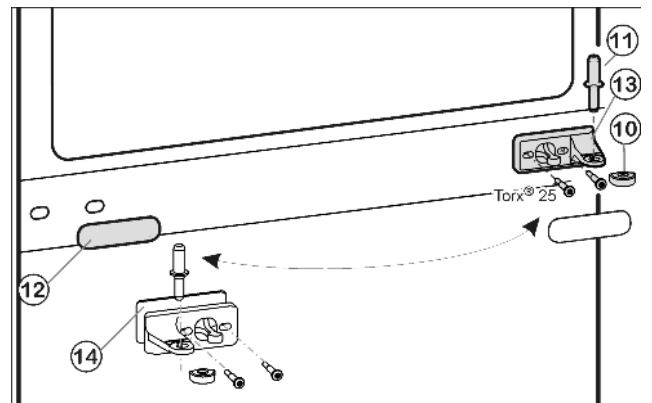
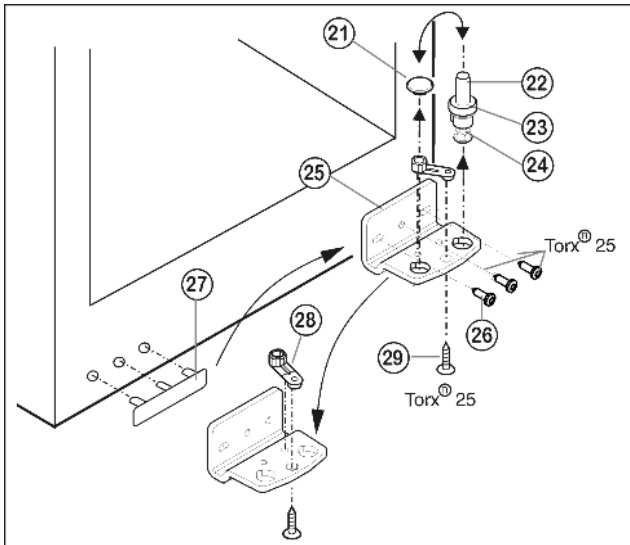

Fig. 6
Fig. 7
- ▶ Húzza ki a középső csapszeget Fig. 6 (11) a csapágybakból és az alsó ajtóból.
- ▶ Húzza le a műanyag sapkát Fig. 6 (10).
- ▶ Csavarozza le a a Fig. 6 (13) középső csapágybakját (2 x Torx® 25).
- ▶ Óvatosan húzza le a takaróelemet Fig. 6 (12).
- ▶ A Fig. 6 (13) középső csapágybakját a Fig. 6 (14) alátétével 180°-kal elfordítva **erősen (4 Nm-es nyomatékkal)** csavarozza fel az új csuklópánt oldalára.
- ▶ A takarólemezt Fig. 6 (12) 180°-kal elfordítva pattintsa vissza a fogantyú új oldalára.
- ▶ A teljes csapszeget Fig. 7 (22), a alátéttel Fig. 7 (23) és a állítható lábbal Fig. 7 (24) együtt felfele húzza ki.
- ▶ Emelje le a dugót Fig. 7 (21).
- ▶ Csavarozza le Fig. 7 (26) a csapágybakot Fig. 7 (25).
- ▶ Csavarozza le Fig. 7 (29) a csapágyrészt Fig. 7 (28), helyezze át a csapágybak túlloldali felvevő furatába és csavarozza vissza.
- ▶ Óvatosan emelje le a fogantyú oldalán lévő fedelet Fig. 7 (27), és helyezze át az ellenkező oldalra.
- ▶ Csavarozza vissza a csapágybakot Fig. 7 (25) a csuklópánt új oldalán **4 Nm-es nyomatékkal**, szükség esetén egy akkus csavarhúzóval.
- ▶ A dugót Fig. 7 (21) helyezze be a másik lyukba.
- ▶ Helyezze be a teljes csapszeget Fig. 7 (22) az alátéttel és az állítható lábban együtt. Ügyeljen közben arra, hogy a bekatantató bütők hátrafele legyen.
- ▶ Az alsó ajtót felülről helyezze az alsó csapszegre Fig. 7 (22).
- ▶ Helyezze vissza a műanyag sapkát Fig. 6 (10) a középső csapágybakra Fig. 6 (13).
- ▶ Helyezze be az alsó ajtóba a középső csapszeget Fig. 6 (11) a csuklópánt új oldalán, a középső csapágybakon Fig. 6 (13) keresztül.
- ▶ A felső ajtót helyezze a középső csapszegre Fig. 6 (11).
- ▶ Az ajtókat az alsó Fig. 7 (25) és a középső csapágybakban Fig. 6 (13) lévő két hosszított furat felett igazítsa egy vonalba a készülék házzal. Ehhez az alsó csapágybakon Fig. 7 (25) a középső csavart csavarja ki.